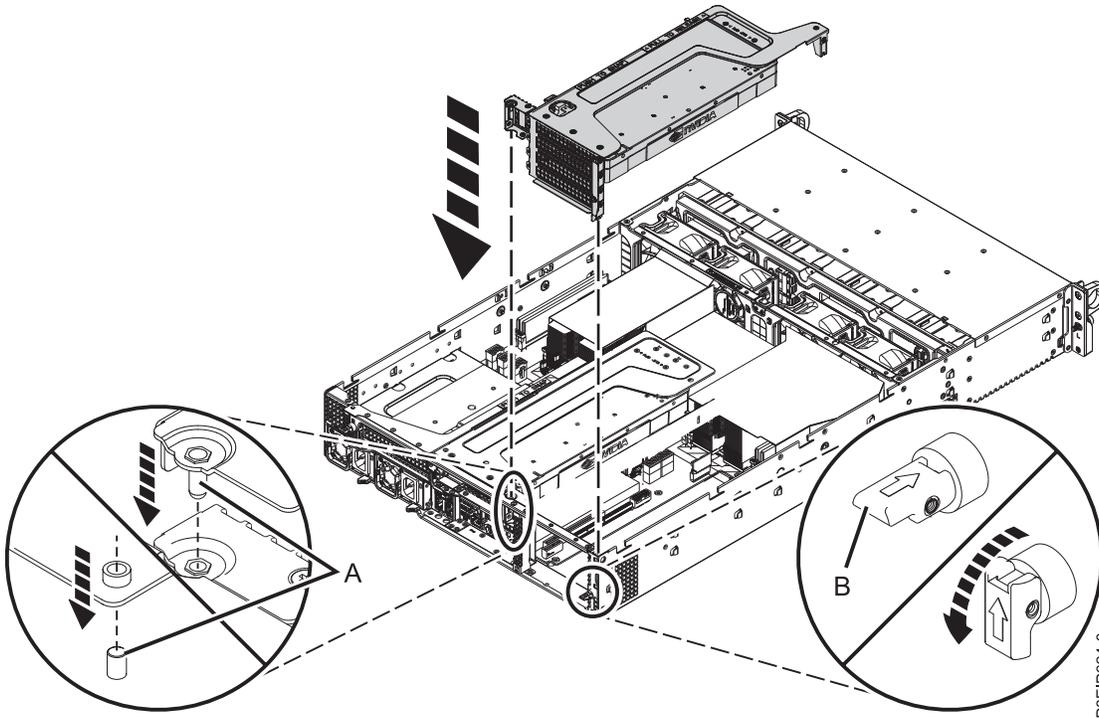

Abbildung 28. Grafikprozessor und Riserkarte einsetzen
- h. Setzen Sie den Grafikprozessor und die PCIe-Riserkarte ein (siehe Abb. 28 auf Seite 32).